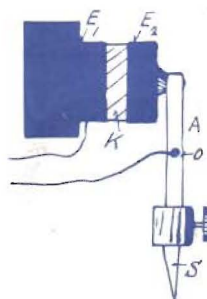

Fig. 6. Elektrodynamisk pick-up med spole L, polstycke K och permanentmagnet M. Fotografiet visar en praktisk utföringsform.
Den elektrodynamiska pick-up'en, som visas i fig. 6, har liksom den elektrodynamiska högtalaren en spole (L), rörlig i ett starkt magnetfält. I detta fall användes en permanent magnet (M) med ett cylindriskt polstycke (K) av mjukt järn. Den i fotografiet visade pick-up'en är dock något annorlunda utförd.